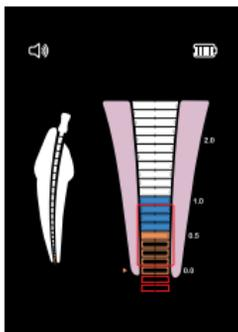

Рисунок 9
c) Después de encenderlo, si la barra indicadora indica dentro de  $\pm 3$  barras del dial 0,5, el dispositivo funciona normalmente [Imagen 9]. Si la barra indicadora está fuera del rango, el dispositivo no puede medir con precisión. En este caso, comuníquese con un distribuidor o fabricante autorizado para obtener ayuda.